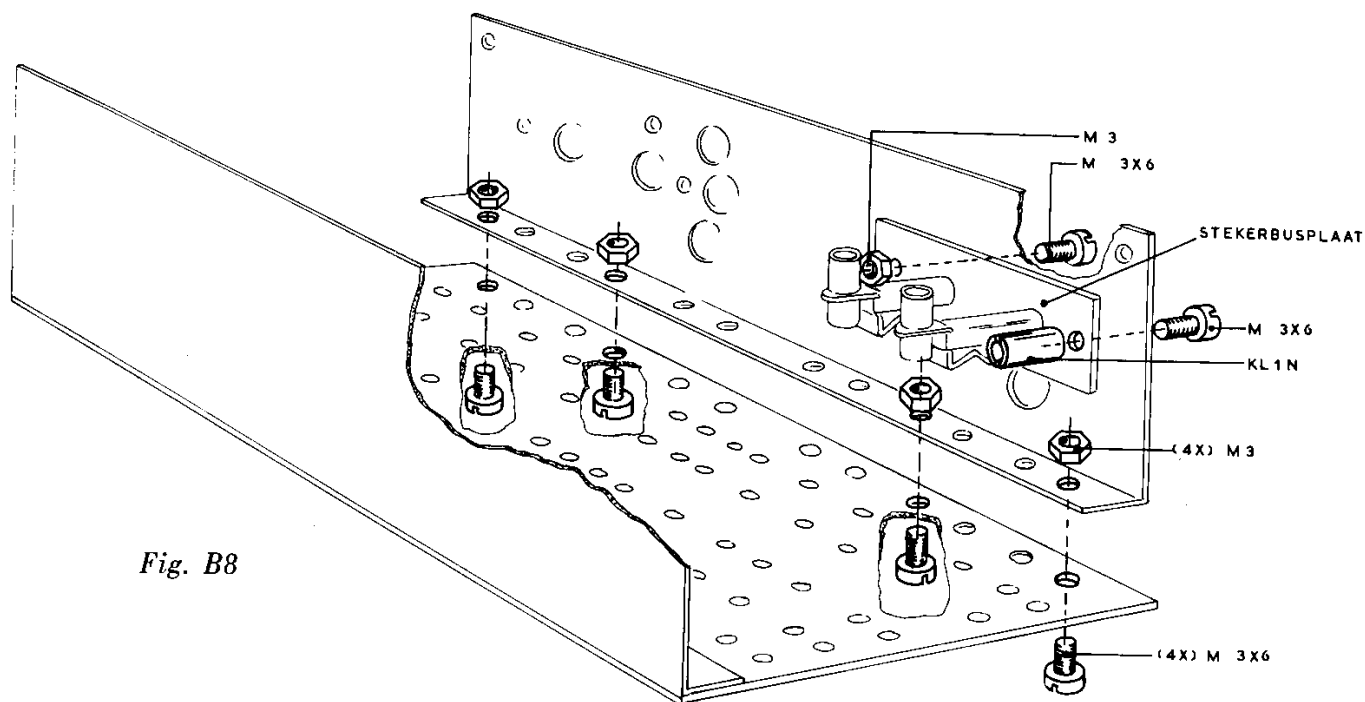

Fig. B8
16. Bevestig de stekerbussplaat op de tweede metalen montageplaat (fig. B8). Hiervoor gebruik je een kort boutje met moer aan de ene zijde en een kort boutje met klem KL 1 N aan de andere zijde.
17. Maak daarna met vier korte boutjes en bijbehorende moeren deze tweede metalen montageplaat vast aan de bruine isolatieplaat (fig. B8).